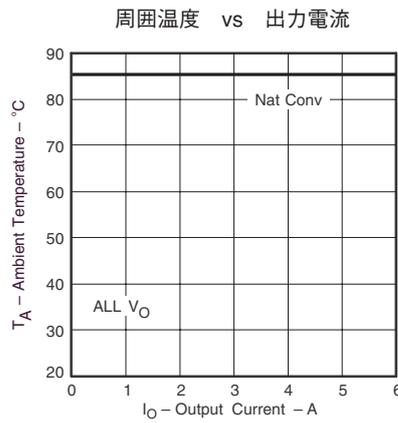

図 10
- (2) 温度ディレーティング曲線は、内部コンポーネントの温度がメーカーの指定した最大温度以下で動作する条件を表します。温度ディレーティング曲線は、内部コンポーネントがメーカーの最大温度以下で動作する条件を表します。このディレーティング制限は、2オンス (56.69 グラム) の銅を使用した、100mm × 100mmの両面基板に直接半田付けされたモジュールに対して適用します。図10に対して適用されます。